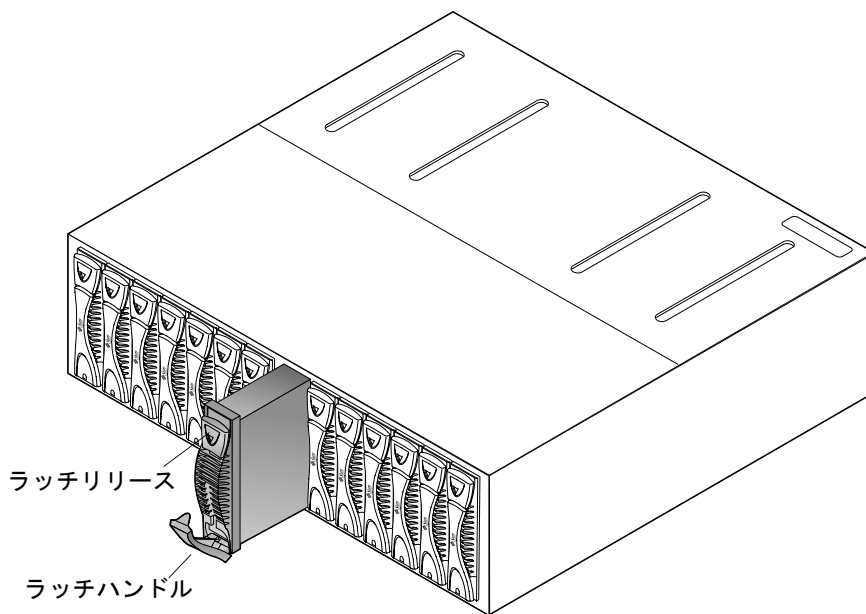

図 6-8 ディスクドライブの取り外し
3. ラッチリリースを下に押し、ライブのラッチハンドルを開きます (図 6-8)。